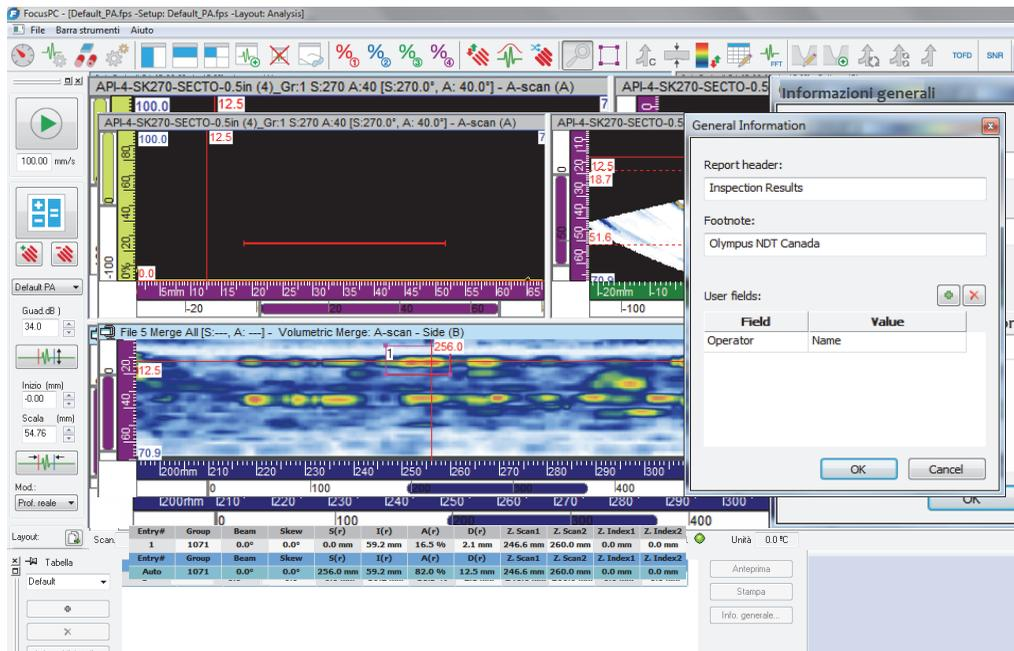

Figura 6-3 Esempio della tabella delle indicazioni, dei cursori e dello strumento Zona usati per documentare un'indicazione
1. Selezionare un layout delle viste che illustrano al meglio le indicazioni nel pezzo (vedi esempio nella Figura 6-3 a pagina 184).